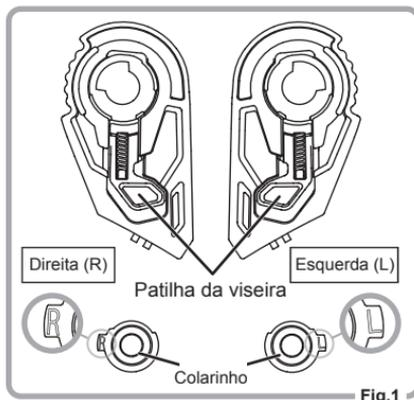

Fig.1
1. Verifique a parte lateral da patilha da viseira (Fig.1)
2. Coloque o gancho na patilha da viseira (L) no orifício no lado esquerdo da proteção para o queixo e instale o colarinho (L).